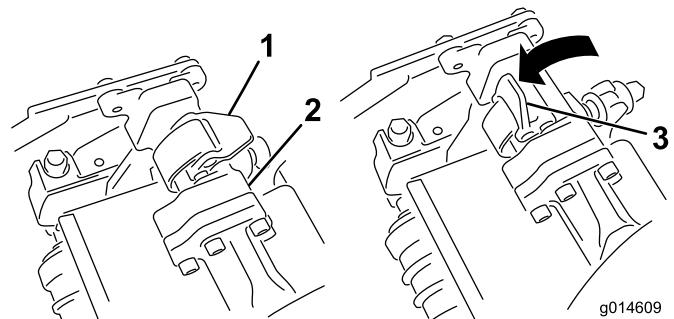
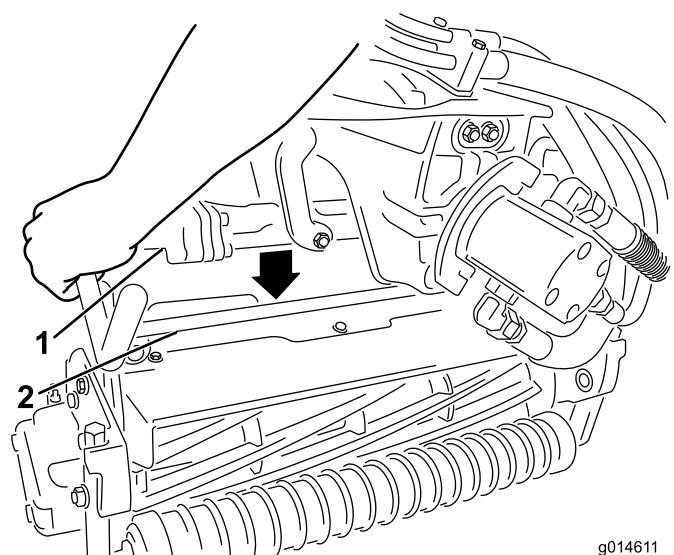

図 33
図 34
4. サスペンション・アームのバーについているラッチを上向き（開いた状態）にして（図 33）、サスペンション・アームを押し下げて、バーを、カッティングユニットのバーの上に被せるようにする（図 34）。
- ラッチを下げるとき、カッティングユニットのバーがロックされてユニットがアームにセットされる（図 33）。
- 取り外したいカッティングユニットのサスペンション・アームのバーについているラッチを開く（図 33）。